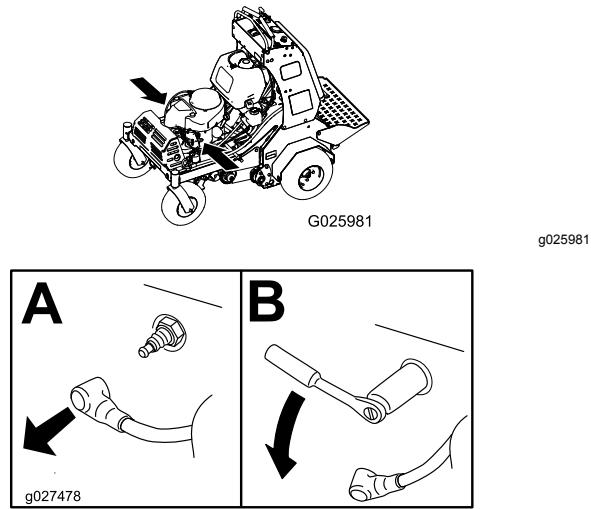

Figure 43
2. Déposez la bougie, comme montré à la Figure 43.